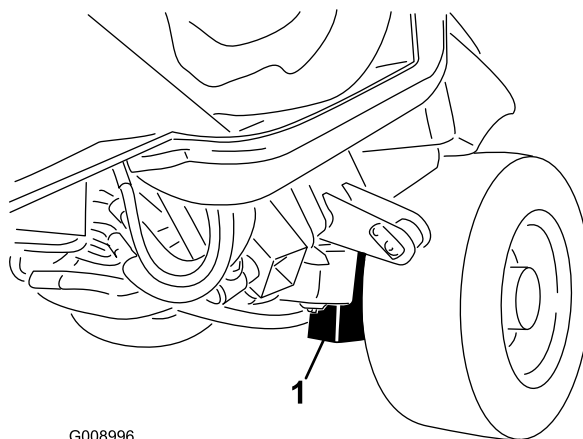

Figure 38
- Sur le châssis à l'intérieur de chaque roue motrice à l'avant de la machine (Figure 38).